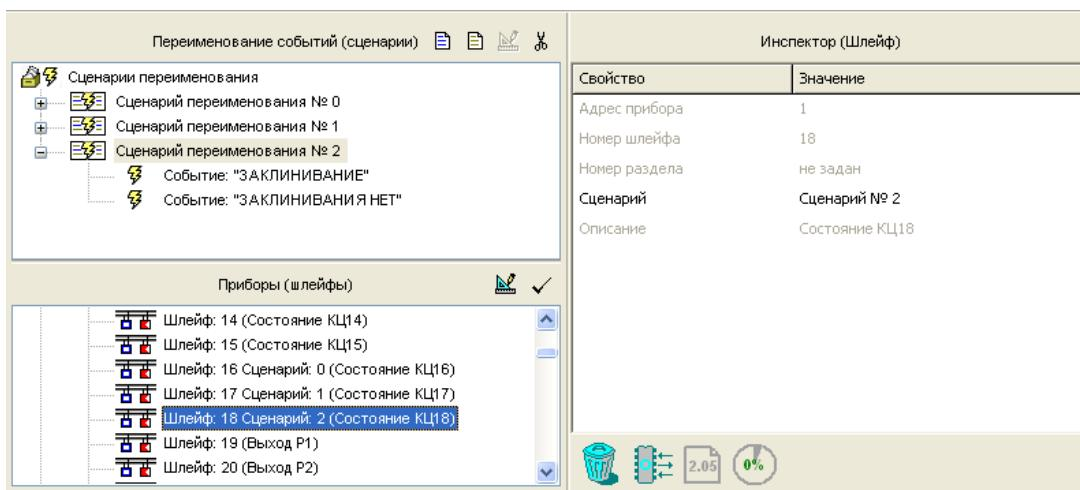

Рисунок 24
6. В нижнем окне «Приборы (шлейфы)» выделите зону, имеющую тип 13 (в базовой конфигурации «Поток-3Н» это шлейф 18), и нажмите кнопку  . Созданный сценарий будет назначен выбранной зоне (для базовой конфигурации «Поток-3Н» - шлейфу 18) (см. Рисунок 24).